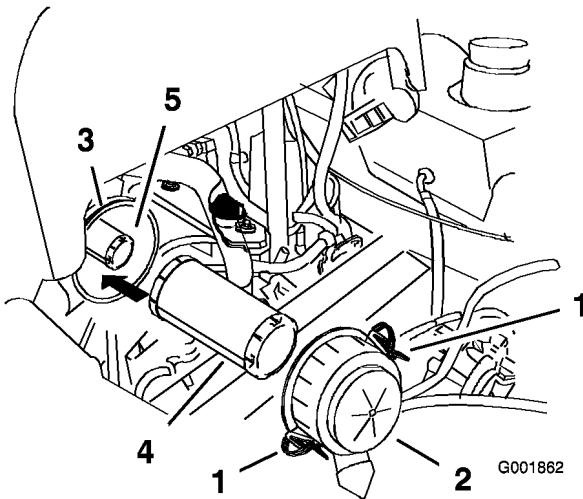

Figura 41
4. Abra los cierres del limpiador de aire y tire de la tapa del limpiador de aire para separarla de la carcasa del limpiador de aire (Figura 41).
6. Extraiga con cuidado el filtro primario del cuerpo del limpiador de aire (Figura 41). Evite golpear el filtro contra el lado de la carcasa.
1. No limpie el filtro de papel. Cámbielo cada 200 horas de funcionamiento (Figura 41).
2. Si va a cambiar el filtro de seguridad, deslícelo cuidadosamente en el cuerpo del filtro (Figura 41).
3. Deslice cuidadosamente el filtro primario por encima del filtro de seguridad (Figura 41).
4. Instale la tapa del limpiador de aire con el lado que lleva la palabra UP hacia arriba, y fije los cierres (Figura 41).